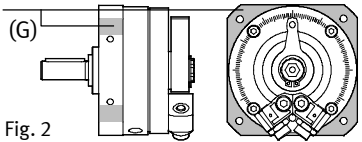

Fig. 2
Med de grå ställena (G) (Fig. 2) indikeras de områden där fler hål kan borras på DSM (t. ex. för isättning av centreringsstift).